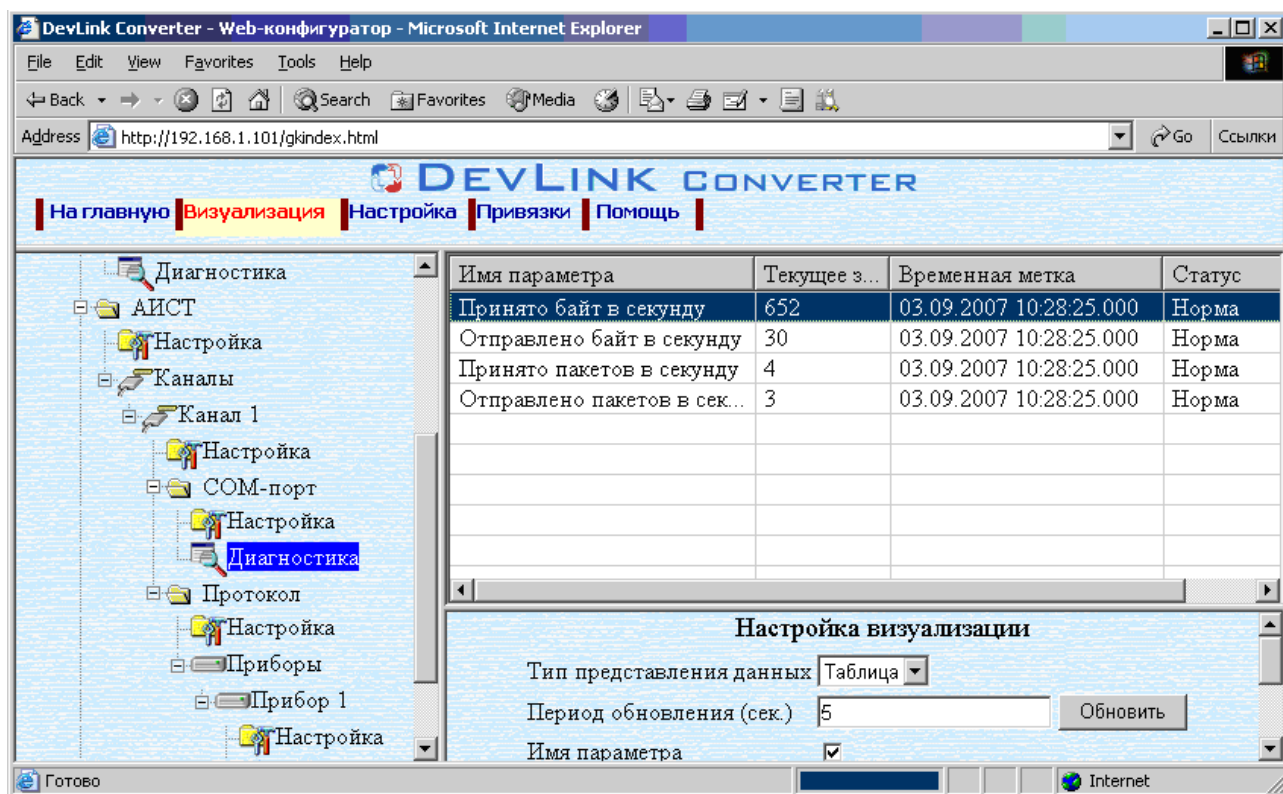

Рисунок 4.2 – Диагностическая информация модуля COM-порта драйвера
- Выберите в дереве объектов *папку «Диагностика»* прибора (рисунки 4.1) или «Диагностика» СОМ-порта (рисунок 4.2).